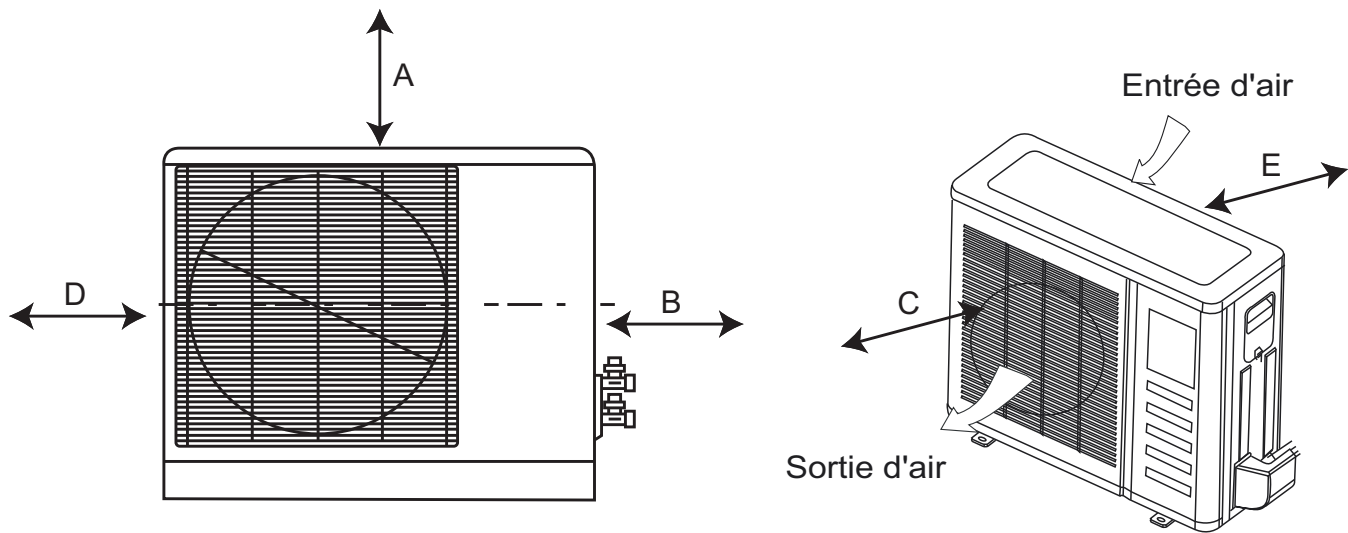

Figure 5 – Dégagement de l'appareil extérieur
Laissez suffisamment d'espace pour permettre la circulation d'air et l'entretien de l'appareil. Voir fig. 5 pour connaître les distances minimales requises entre l'appareil et les murs ou les plafonds.
- Emplacement qui fournit les dégagements appropriés (voir fig. 5).